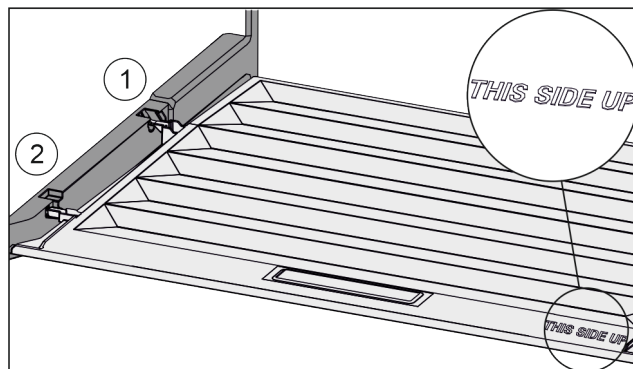

Fig. 98
- ▶ Prečke poklopca uvedite preko otvora stražnjeg držača Fig. 98 (1) i uglativite ih u držač Fig. 98 (2).